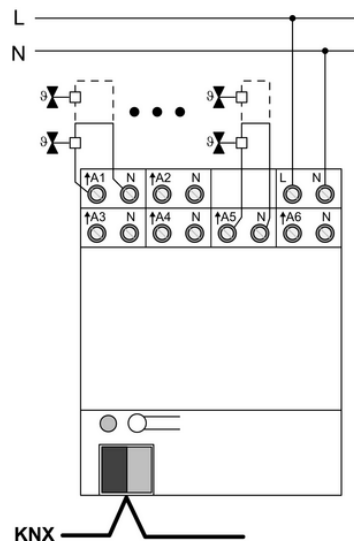

Bild 2
- Ausgänge gemäß Anschlussplan anschließen (Bild 2).
- Netzspannung anschließen (Bild 2).